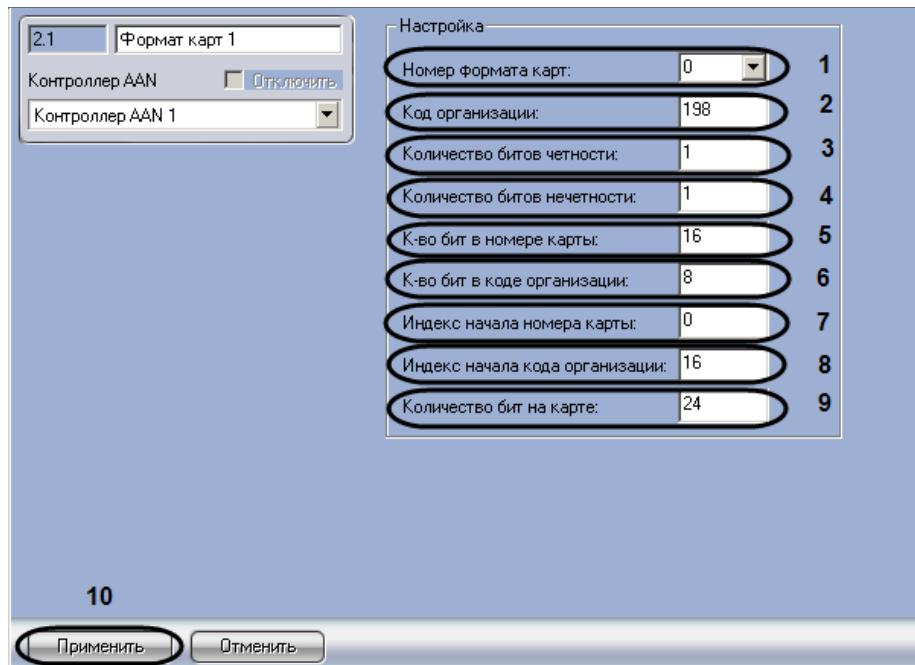

Рис. 3.4-2 Панель настроек объекта Формат карты
- Перейти на панель настроек объекта **Формат карты** (Рис. 3.4-2).
- Из раскрывающегося списка **Номер формата карты**: выбрать уникальный номер, присваиваемый данному формату карт доступа (см. Рис. 3.4-2, 1).
- В поле **Код организации**: ввести значение соответствующее коду организации (facility code) (см. Рис. 3.4-2, 2).
- В поле **Количество битов четности**: ввести значение, соответствующее количеству битов четности на карте доступа (см. Рис. 3.4-2, 3).
- В поле **Количество битов нечетности**: ввести значение, соответствующее количеству битов нечетности на карте доступа (см. Рис. 3.4-2, 4).
- В поле **К-во бит в номере карты**: ввести значение, соответствующее количеству бит в номере карты доступа (см. Рис. 3.4-2, 5).
- В поле **К-во бит в коде организации**: ввести значение, соответствующее количеству бит в коде организации (см. Рис. 3.4-2, 6).
- В поле **Индекс начала номера карты**: ввести значение, соответствующее порядковому номеру бита, с которого начинается номер карты доступа (см. Рис. 3.4-2, 7).
- В поле **Индекс начала кода организации**: ввести значение, соответствующее порядковому номеру бита, с которого начинается код организации (см. Рис. 3.4-2, 8).
- В поле **Количество бит на карте**: ввести значение, соответствующее количеству бит на карте доступа (см. Рис. 3.4-2, 9).
- Для сохранения изменений нажать кнопку **Применить** (см. Рис. 3.4-2, 10).